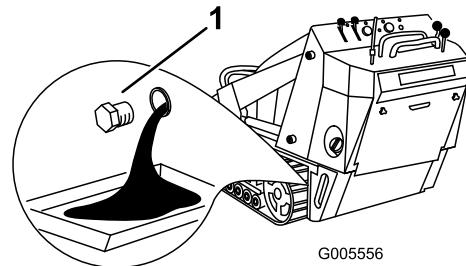

Bild 31
- Nehmen Sie die Ablassschraube ab (Bild 31).